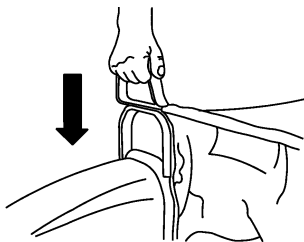

Figure 39
15. Glisser la poignée avant du sac sur la collerette de l'éjecteur (Fig. 39) et bien l'enfoncer en position.